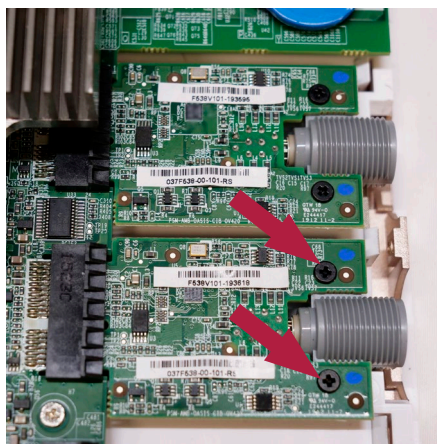

Рис. 16. Снятие винтов на заменяемой плате VDI
а) Отверткой ослабьте два винта крепления платы VDI (см. рис. 16)
- e) Установите и затяните два крепежных винта (макс. крутящий момент 0,2 Н·м), удерживая плату VDI в требуемом положении (см. рис. 16)